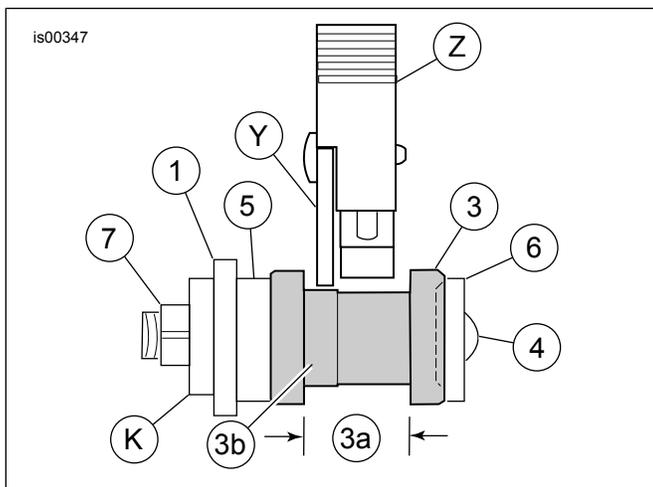

Figura 7. Alinhamento adequado da lingueta no ponto de encaixe
7. Ver Figura 7 e Figura 1 . Colocar uma anilha (6) nas roscas de um parafuso de cabeça abaulada (4) deste kit.
8. Colocar um ponto de encaixe (3), na orientação exibida, sobre as roscas de parafuso, seguido de um espaçador (5).
- Para os modelos de 1994-1996:** através do orifício no ponto mais recuado (H) no suporte de montagem (1).
- Para os modelos de 1997 e posteriores:** através do orifício no ponto mais à frente (H) no suporte de montagem (1).
- Inserir as roscas de parafuso através do orifício maior no suporte (53805-99, item K, parte do suporte ou do kit de encosto "sissy bar") e apertar ligeiramente no lugar com a contraporca (7).